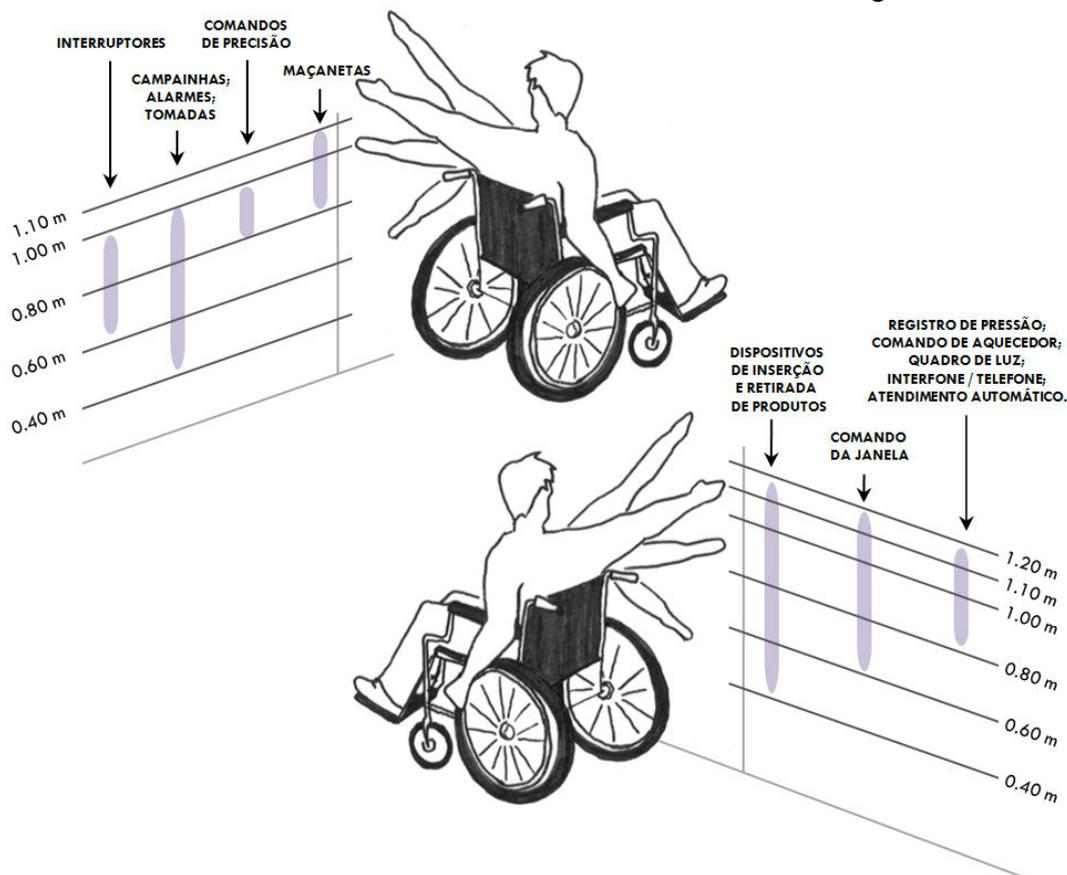

Figura 4 – Comandos e controles
h) Garantir aproximação, alcance e manipulação de equipamentos bem como seus comandos tendo como referência de alturas de alcance, conforme figura 4;
a) registro de pressão e comandos de acionamentos locados entre 0,40m e 1,20m de altura do piso acabado, conforme figura 4;